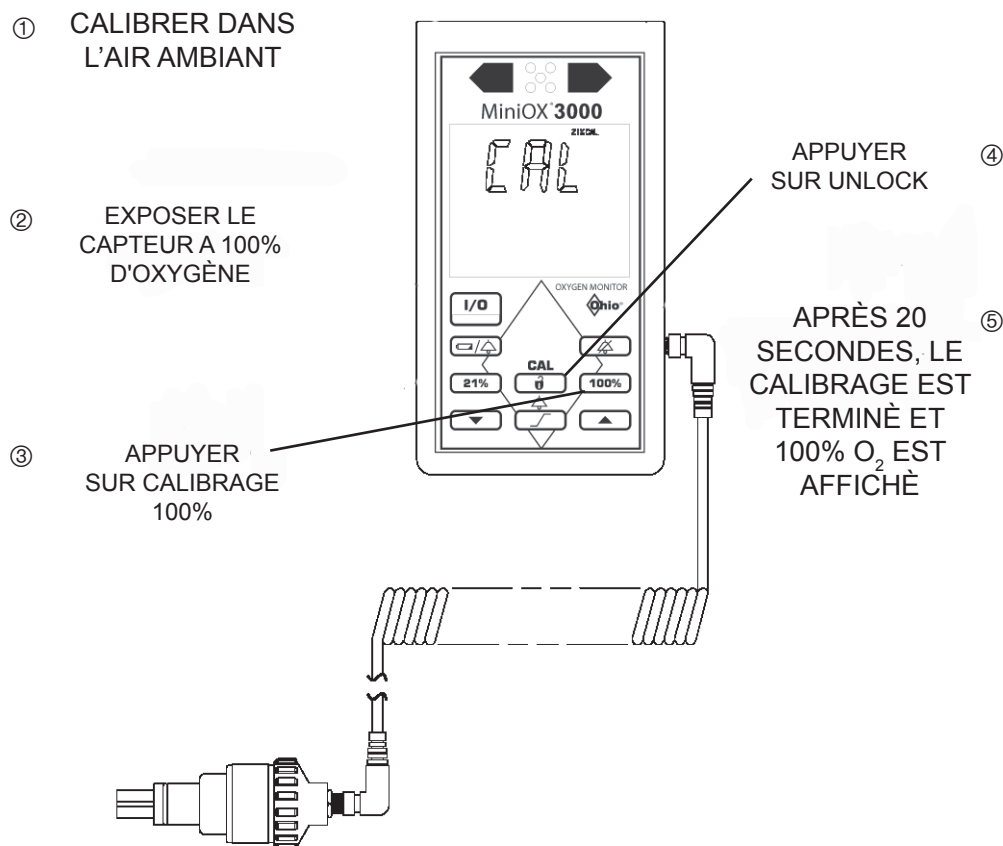

Figure 3-2
- Pour calibrer à 100% O_2 (Fig. 3-2)**